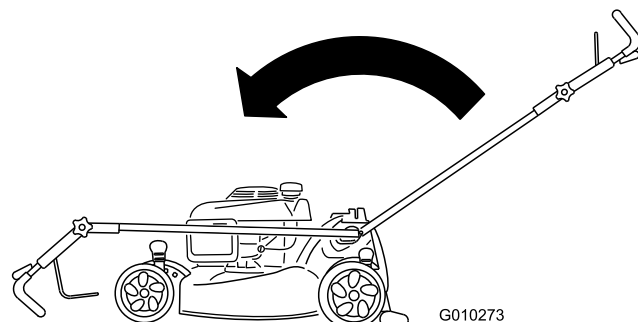

Figura 57
2. Mueva el manillar completamente hacia delante y afloje el pomo del manillar superior (Figura 57).